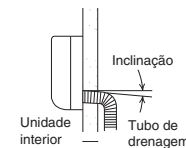

Fig. 3-69
- a) O tubo de drenagem deve estar num declive para fora. (Fig. 3-69)